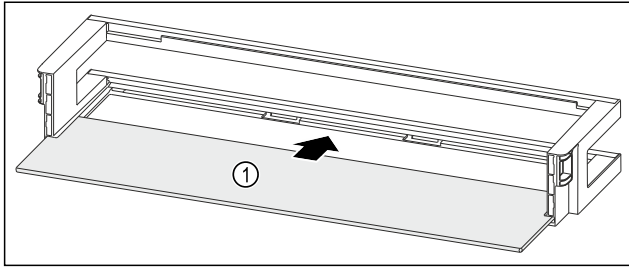

Fig. 92 Türabsteller mit Abstellfläche
- Abstellfläche Fig. 92 (1) in die seitlichen Einsparungen einschieben.